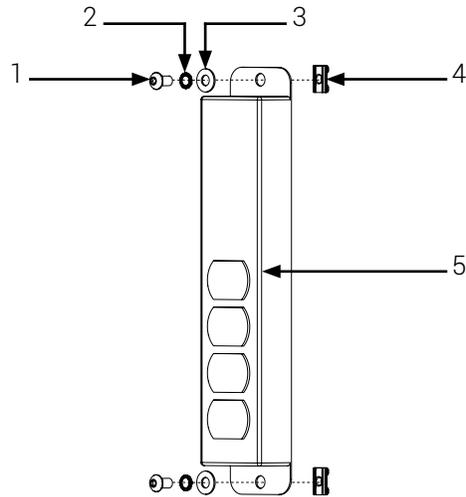

**Figure 41** : Ajustement de la hauteur de la plaque-support du bocal d'aspiration Serres
7. Au besoin, faire glisser le support sur le rail vertical vers le haut ou vers le bas pour ajuster la hauteur et répondre aux besoins spécifiques de positionnement de l'équipement (Figure 41).